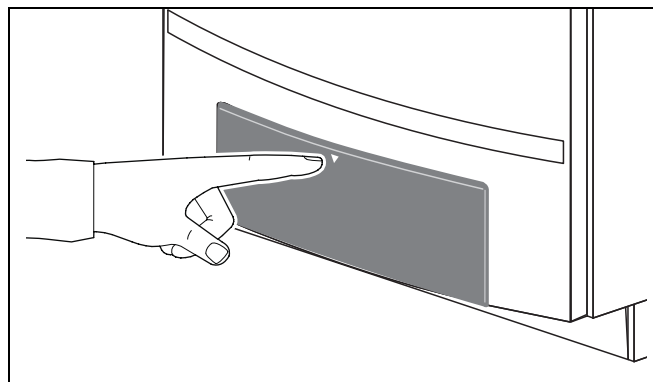

Рис. 96 Закрывание панели управления
- Нажать и закрыть панель управления (рис. 96, стр. 72).
- Нажать и закрыть панель управления (рис. 96).